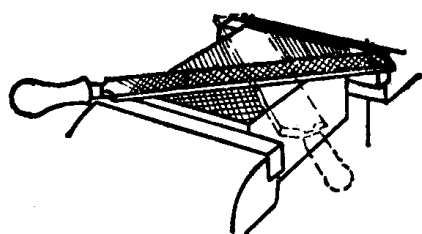

图 1-12 交叉锉
2. **交叉锉** 交叉锉是锉痕交叉的锉法（图 1-12）。从锉痕交叉处的接合情况，可以判断锉面的凸凹现象和大致程度，从而便于锉平平面。同时交叉锉加大了锉刀与工件的接触长度，使锉刀的运动较为平稳。